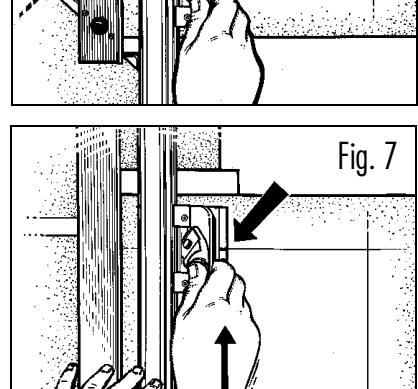

Fig. 7
- 6 Klinge in den Karton einstechen und Schneidkopf auf der Führungsnut soweit nach vorn schieben, bis die Start- & Stop-Markierung mit der oberen Hilfslinie übereinstimmt (Fig. 7).